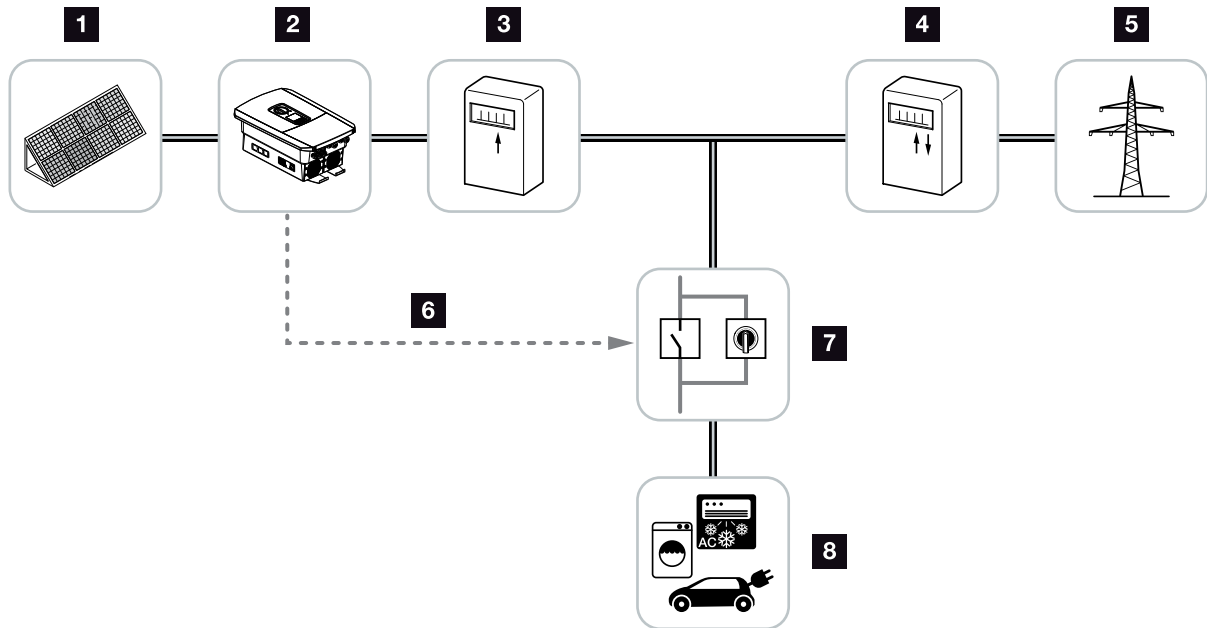

Fig. 64: Configurazione del controllo dell'autoconsumo
2. Collegare correttamente il relè di carico alla morsettieria per il controllo dell'autoconsumo sulla Smart Communication Board (coppia di serraggio: 0,5 Nm).  **Fig. 64 Pos. 2**